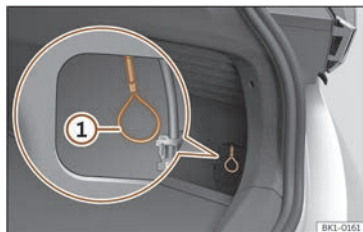

Fig. 62 Derrière le cache : déverrouillage d'urgence du connecteur de charge.
- Tirez sur la boucle de déverrouillage manuel d'urgence >>> **fig. 62** . Le connecteur de charge peut être retiré >>> .